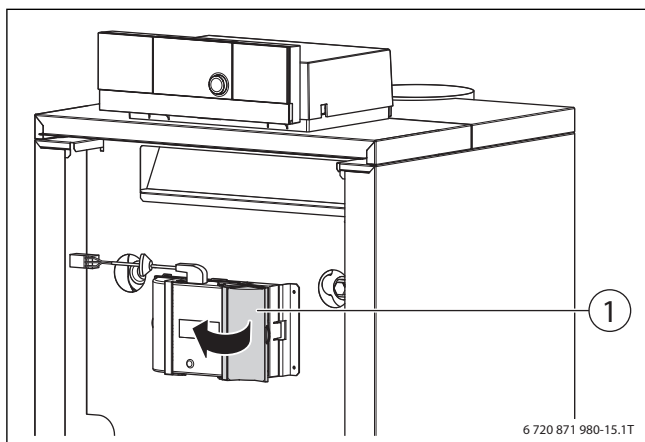

Рис. 51 Открытие крышки автомата управления горелкой
- ▶ Откройте правую крышку (→ Рис. 51, [1]) автомата управления горелкой.